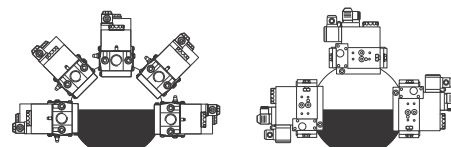

Fig. 20
3. stringere le viti A, B, C e D (Fig. 17 - Fig. 18), rispettando le posizioni di montaggio (Fig. 20);